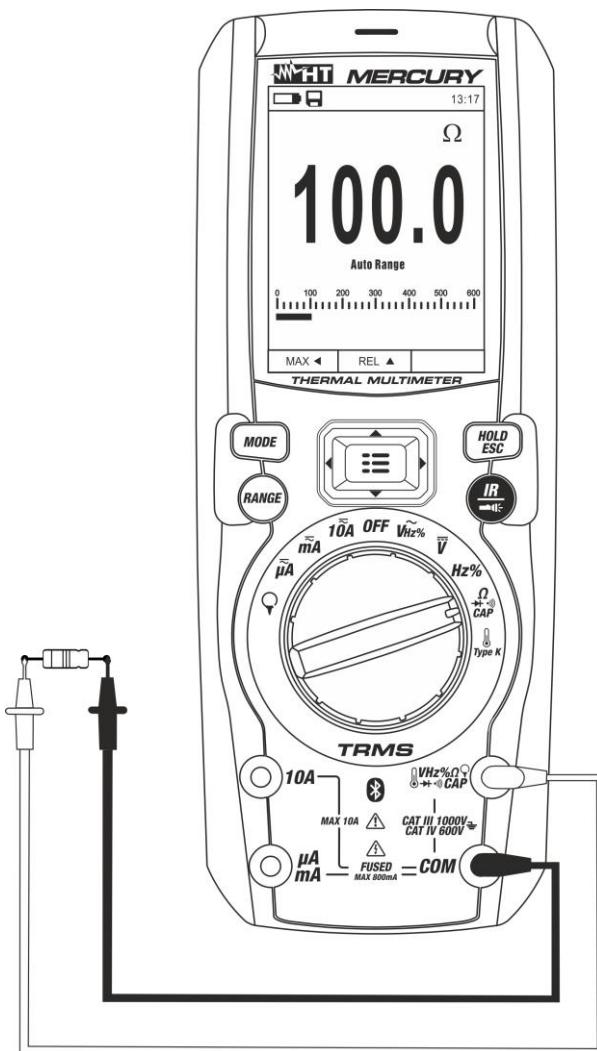

Fig. 24: Uso do instrumento para a medição de Resistências e Teste de Continuidade
3. Colocar as ponteiras nos pontos pretendidos do circuito em exame (ver Fig. 24). O valor da resistência é apresentado no display